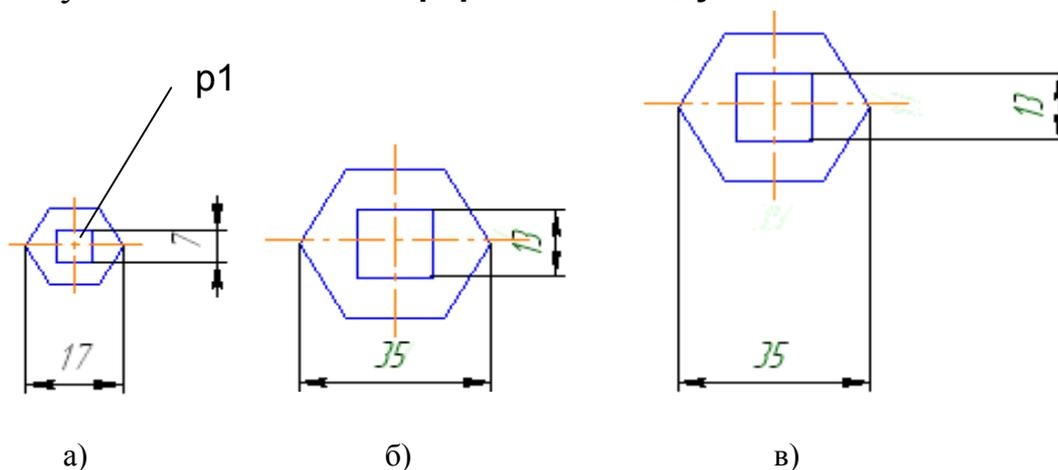

Рис. 4.7. Примеры масштабирования объектов
Если среди выделенных объектов имеются размеры, то их номинальные значения будут откорректированы в соответствии с масштабным коэффициентом. Для управления выносными линиями размеров в **Панели свойств** имеются переключатели:  – **Не масштабировать** и  – **Масштабировать**. Работа переключателей проиллюстрирована на рис. 4.7а, б, в. На рис. 4.7а показано исходное изображение фрагмента, на рис. 4.7б – масштабирование при включенном переключателе  и на рис. 4.7в – масштабирование при включенном переключателе . Одни и те же выделенные объекты могут быть масштабированы несколько раз за одно обращение к команде.
- 3) после задания в **Панели свойств** масштабного коэффициента, необходимо указать точку, относительно которой будет происходить масштабирование. Такая точка на рис. 4.7а обозначена – точка **p1**;